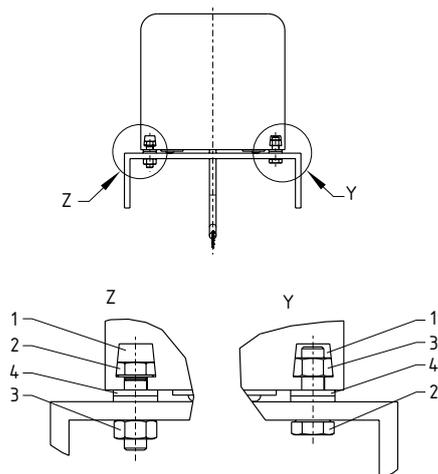

Fig.4
Para a fixação dos amortecedores existem 2 barras de ranhura (1) sobre todo o comprimento do amortecedor. A fixação é feita por meio de um parafuso hexagonal M6, por exemplo, ISO 4018 (2) e/ ou porca hexagonal M6, por exemplo, ISO 4032 (3) e 2 arruelas 6.4, por exemplo, ISO 7090 (4) ver fig. 4 que é inserido nas barras da ranhura. Um parafuso de fixação deve ser fornecido pelo menos a cada 250 mm em cada barra da ranhura. A distância no início e no fim só pode ser no máximo de 50 mm. A superfície de montagem deve ser obrigatoriamente plana e limpa. A posição de montagem é indiferente, embora os Bumper's não devem ser utilizados diretamente na área de influência de aparas quentes, peças pesadas ou com cantos afiados.